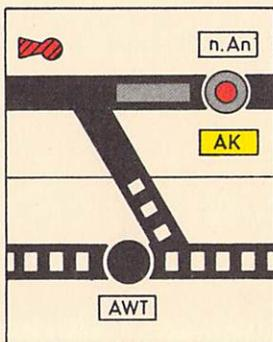

Bild 60
- (3) Der Schlüssel für die Ausweichanschlußstelle wird auf dem Stellwerk durch Bedienen der Anschlußweiche tasten und der Weichengruppentaste freigegeben; der Schlüssel freigebe melder blinkt rot und der Schlüsselüberwachungsmelder erlischt (vgl. Bild 60).